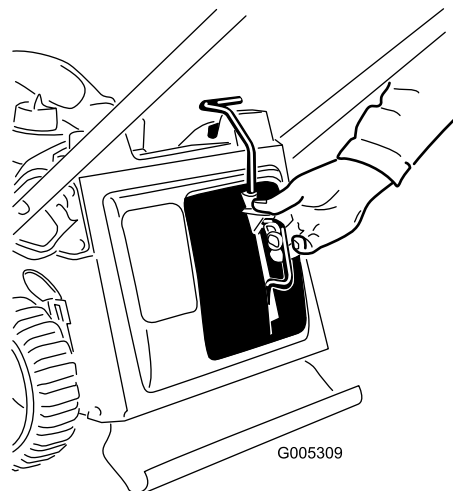

Bild 34
3. Setzen Sie den Mulchverschluss ein (Bild 34).